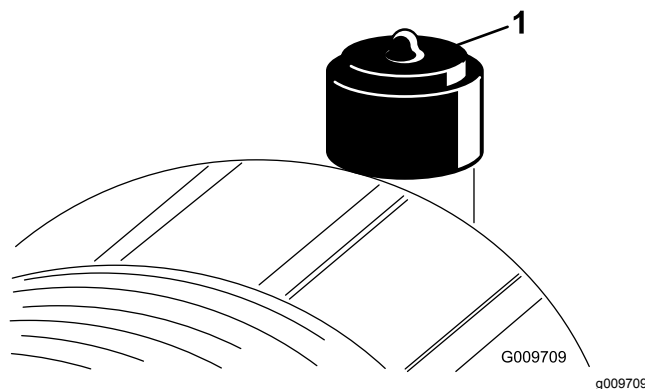

Figura 27
Faça a manutenção ao filtro de ar apenas quando o indicador de serviço (Figura 27) o exigir. Mudar o filtro de ar antes de ser necessário apenas aumenta a possibilidade de entrar sujeira no motor quando se retira o filtro.
6. Reinicie o indicador (Figura 27) se este se apresentar vermelho.